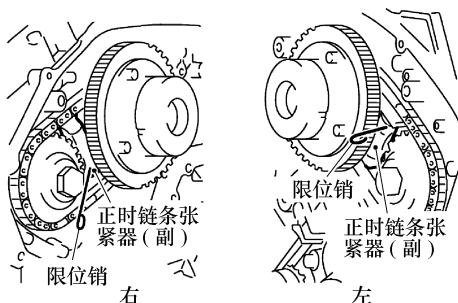

图 3-35 拆卸正时链条
21) 如图 3-35 所示, 拆卸正时链条(副)和凸轮轴链轮: